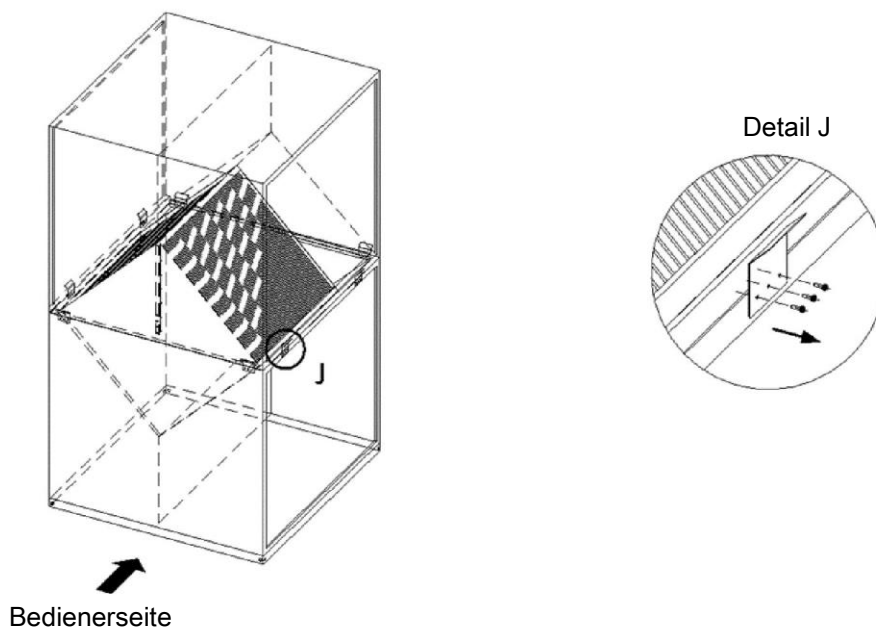

Bild 14 Demontage der Führungsschienen
- 3 Stk. Schrauben M8 entfernen, siehe Bild 14, Detail J